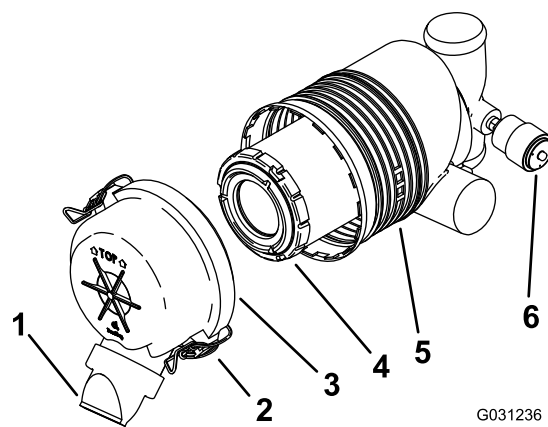

Рисунок 41
**Внимание:** Фильтр воздухоочистителя следует менять только, когда индикатор обслуживания станет красным (**Рисунок 41**). Замена воздушного фильтра без необходимости ведет лишь к повышению вероятности попадания грязи в двигатель при извлечении фильтра.
5. Освободите защелки воздухоочистителя и отделите крышку от корпуса воздухоочистителя (**Рисунок 41**).
- Если индикатор обслуживания прозрачный, установите крышку воздухоочистителя таким образом, чтобы пылезащитный колпачок был ориентирован вниз, и закройте защелки (**Рисунок 41**).
1. Осторожно извлеките фильтр из корпуса воздухоочистителя (Рисунок 41).
3. Осторожно установите фильтр (Рисунок 41).
4. Установите крышку воздухоочистителя таким образом, чтобы пылезащитный колпачок был ориентирован вниз, и закройте защелки (Рисунок 41).